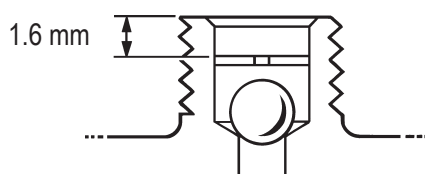

図3.
- ・ 逆止弁は出口ポートに取り付け、サークリップで緩く保持します。図3に示したように、出口のレベルより1.6mm下に取り付けてください。